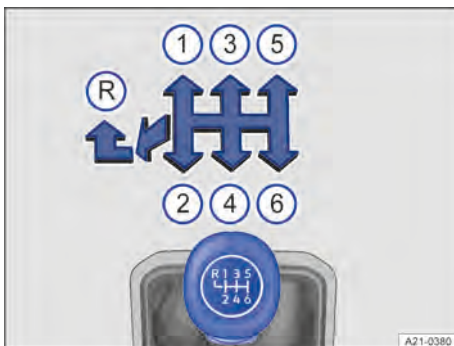

Abb. 102 Schaltschema des 6-Gang-Schaltgetriebes.
Auf dem Schalthebel sind die Positionen der einzelnen Gänge dargestellt → Abb. 102.
3. Ring am Schalthebel nach oben ziehen und Schalthebel ganz nach links und dann nach vorn in die Rückwärtsgangposition schieben → Abb. 102